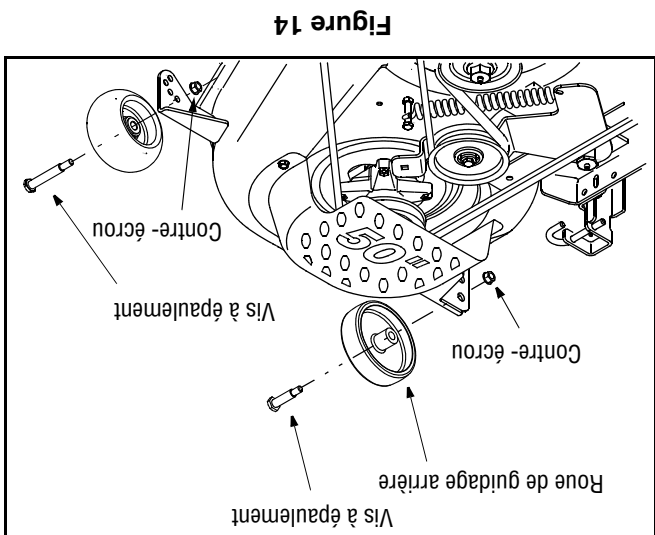

Figure 14
- Placez le tracteur sur une surface ferme et plane, de préférence goudronnée. Consultez la Figure 14 et procédez comme suit :